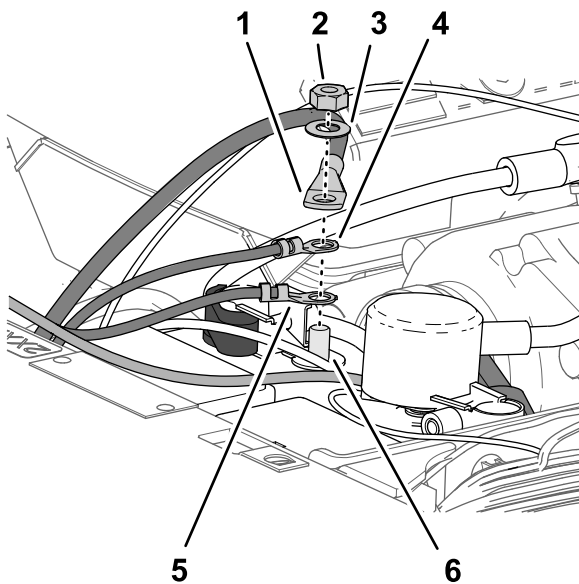

図 212
5. 以下のワイヤおよびケーブル端子を、バッテリーのマイナス端子のねじ山付きポストに、以下の順序で取り付ける図 212